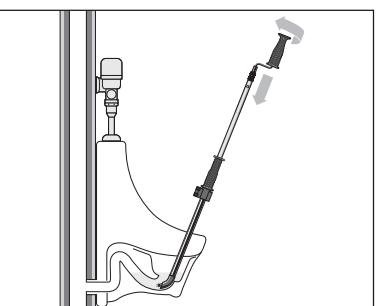

Figure 5 – Utilisation du tourniquet
6. Faites tourner le câble en sens horaire tout en faisant avancer la manivelle ou la perceuse vers le guide-câble afin d'introduire le câble dans la conduite (Figure 5). Pour franchir les siphons d'urinoir et autres coudes serrés :